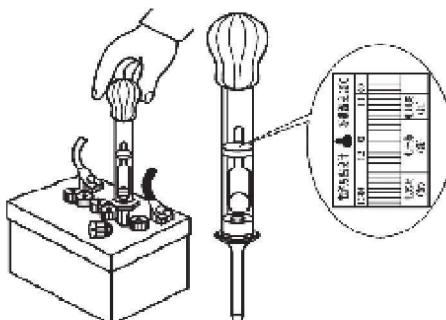

图1-2 检查电解液密度
(1) 用吸入式密度计测量电解液密度，其测量方法如图1-2所示。